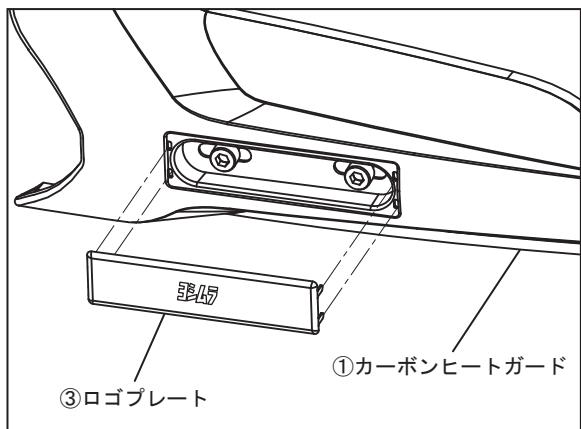

FIG. 2
3. ③ロゴプレート裏側のシートを外し、ツメの部分を①カーボンヒートガードの四箇所の穴に通してしっかりと貼り付けて下さい。貼り付けたら①カーボンヒートガード裏側に突き出た③ロゴプレートのツメを折り曲げて下さい。 (FIG. 2, 3 参照)